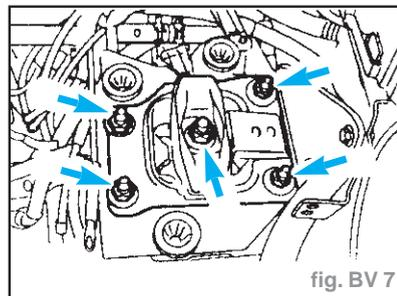

fig. BV 7
- Déposer le support moteur arrière (fig. BV 7).
- Poser le support moteur arrière (serrer l'écrou central à **133 N.m** et les autres à **48 N.m**) (fig. BV 7).